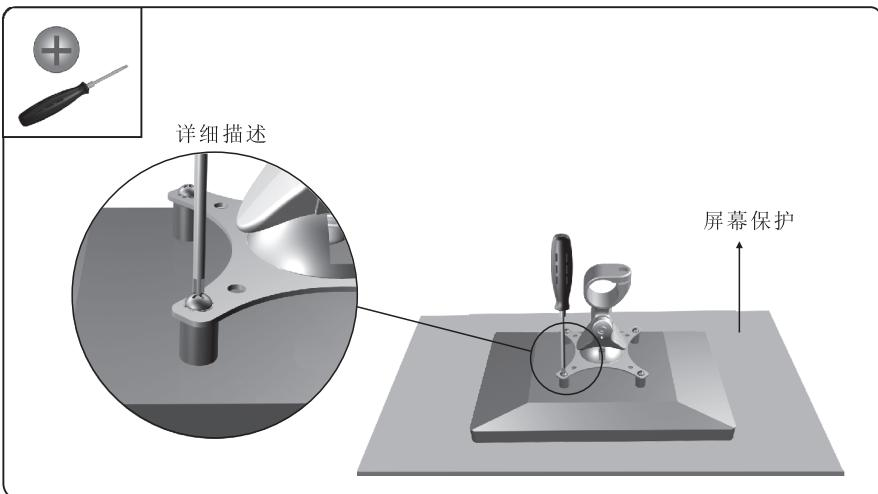

图: 2-4
- 用螺丝刀将选择的螺栓通过支架的孔洞，放入垫圈，拧紧螺栓，显示屏就被安装到支架上了，不要将螺栓拧的过紧，如果拧不动就应立即停止(如图2-4)。